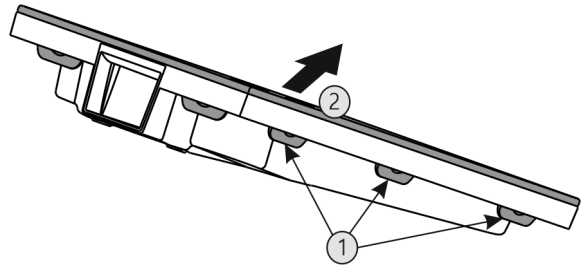

Fig. 69
- ▶ Alle lippen Fig. 69 (1) achtereenvolgens indrukken en de afdekking Fig. 69 (2) verwijderen.